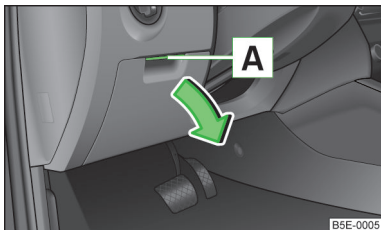

Fig. 58
- Ridicați mânerul » fig. 58 și deschideți compartimentul în sensul indicat de săgeată.